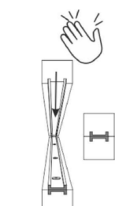

Рис.10
- 3.8.3 Возьмите вторую рейку и защелкните на монтажную планку. Повторите пункт 3.8.1 и 3.8.2 до тех пор, пока не получите нужное количество реек для наполнения перегородки, расстояние между рейками должно равняться ширине выбранной модели рейки (рис.10).